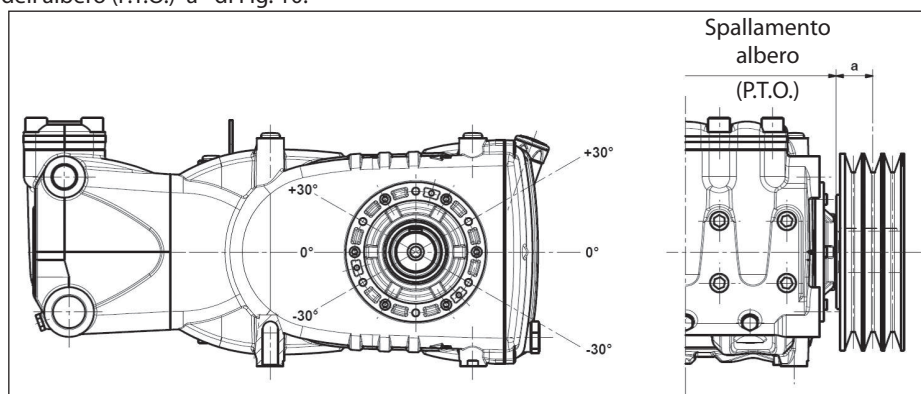

Fig. 10
Il carico radiale sull'albero non deve essere superiore a 4500 N (valore necessario per la definizione del Lay-out). La trasmissione è considerata adeguata se tale carico è applicato ad una distanza massima $a = 50$ mm dallo spallamento dell'albero (P.T.O) come indicato in Fig. 10.
- b) Utilizzare cinghie ad alto rendimento - per esempio **XPB** invece di **SPB** - in quanto risulterà necessaria una quantità inferiore di cinghie a parità di potenza trasmessa ed una conseguente distanza inferiore della risultante rispetto allo spallamento dell'albero (P.T.O.) "a" di Fig. 10.